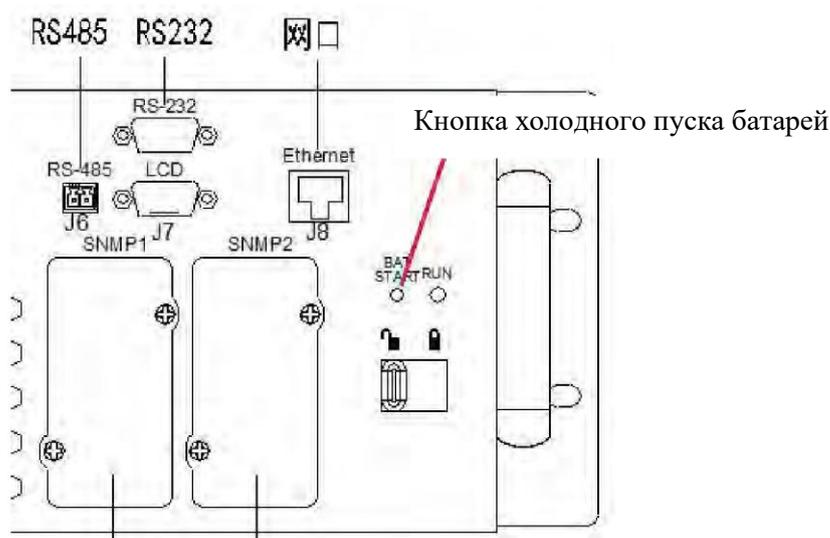

Рисунок 6-4. Расположение кнопки холодного пуска батарей
2. Открыть переднюю дверцу ИБП, нажать и удерживать кнопку холодного пуска батарей на передней панели модуля байпаса нажатой примерно 6 секунд (см. рис. 6-4).